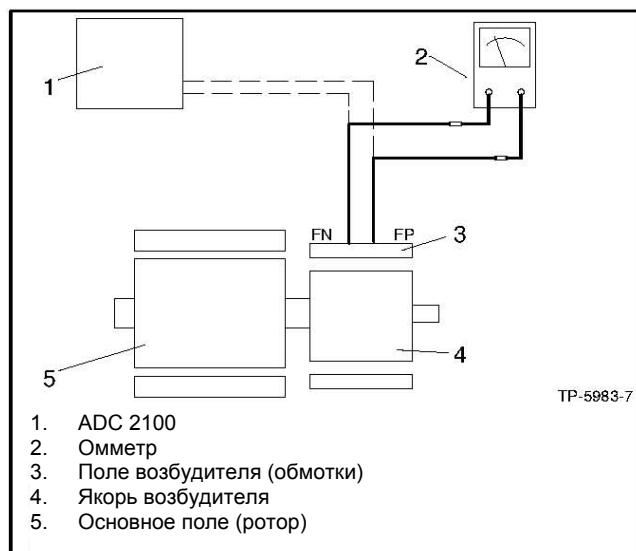

Рисунок 8-4 Проверка сопротивления обмоток возбуждения
4. Проверить сопротивление обмоток возбуждения, подключив омметр к проводам FN и FP. См. Рисунок 8-4. См Раздел 1, Характеристики, где указаны значения сопротивления обмоток холодного возбуждения. Низкое значение указывает на внутреннюю КЗ, а высокое на разомкнутые обмотки. Отремонтировать или заменить обмотки возбуждения, если показания омметра указывают на неработающие обмотки возбуждения (см. Раздел 9, где описывается замена). Если результаты проверки не позволяют сделать какого-либо заключения, следует выполнить проверку мегомметром описанную в следующем пункте.